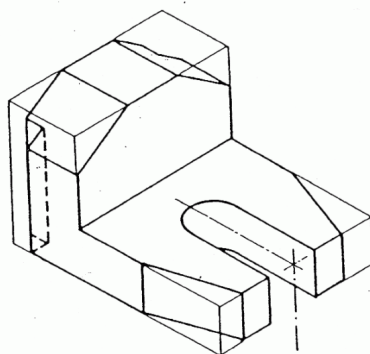

Figura 3.
- Esercizio n.3 Assegnato il particolare di Figura 3, rappresentato in assonometria, si richiede di disegnare le sue proiezioni ortogonali: